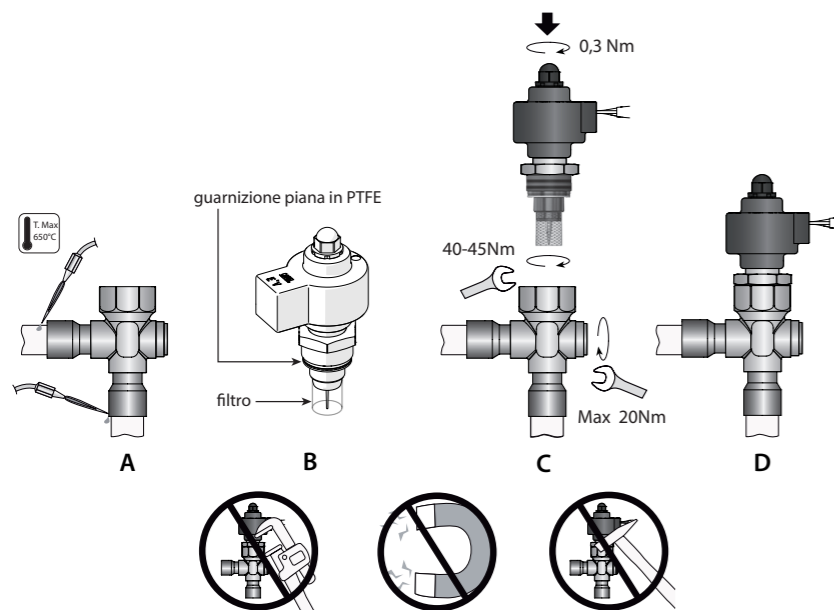

Fig.2
Le valvole E2V-S/-H Unipolar devono essere saldate al circuito mediante brasatura dei raccordi in rame ai tubi di uscita condensatore (IN) e di ingresso evaporatore (OUT). Seguire la successione indicata in Fig. 2 procedendo in questo modo:
2. Procedere alla saldatura orientando la fiamma verso l'estremità dei raccordi come da fig. 2 A (per una migliore brasatura senza alterare la tenuta della zona di saldatura tra corpo e raccordi utilizzare lega con temperatura di fusione inferiore a 650 °C o con tenore di argento superiore del 25 %).
5. Verificare che il filtro in rete metallica sia inserito sulla boccola di ottone (Fig.2-B). In caso contrario, posizionarlo come in figura e portarlo in battuta. **Attenzione!** Utilizzare il filtro solo in **mono-direzionale con ingresso del fluido dal raccordo laterale**. In caso di utilizzo della valvola in direzione contraria, prevedere apposito filtro nel circuito, togliendo quello fornito.
6. Avvitare nel corpo valvola la cartuccia in acciaio sull'apposito alloggiamento filettato con una chiave a forchetta da 24. Serrare la cartuccia portando la ghiera in battuta sul corpo valvola con una coppia di serraggio suggerita di 40-45 Nm (Fig. 2 C). Per favorire un più rapido assemblaggio della valvola, si consiglia di non smontare il motore dalla cartuccia. **Attenzione!** Nel caso in cui lo stelo filettato fuoriuscisse completamente dalla sede di lavoro della cartuccia procedere secondo la seguente operazione:
7. A valvola fredda, avvitare sul corpo valvola la spia di flusso all'interno dell'apposito alloggiamento filettato (in linea con il raccordo trasversale) con una chiave esagonale da 17 mm verificando la presenza dell'O-ring (OR - 114, diametro interno 11,1 - spessore 1,78 mm - materiale: Neoprene) che ne garantisce la tenuta ermetica. Serrare la spia fino al raggiungimento del fine corsa meccanico del filetto (Fig. 2 C), con una coppia di massimo 20 Nm. **Attenzione!** Per garantire una migliore tenuta dell'assieme è consigliato l'utilizzo di O-ring in Neoprene (materiali diversi possono compromettere il corretto utilizzo dell'assieme) lubrificati con uno strato sottile di olio compatibile.
The Unipolar E2V-S/-H valves must be joined to the circuit by braze welding the copper fittings to the condenser outlet (IN) and evaporator inlet (OUT) pipes. Proceed as indicated in Fig. 2:
2. Weld by aiming the flame at the ends of the fittings as shown in Fig. 2-A (for better braze welding without affecting the seal of the welded area between the body and the fittings, use alloys with a fusion temperature less than 650 °C or with a silver content above 25%);
4. Make sure that the PTFE flat gasket is present in its seat (Fig. 2-B).
5. Make sure that the metal mesh filter is inserted on the brass bushing (Fig.2-B). Otherwise, position it as shown in the figure and make sure it's properly in place. **Warning!** Only use the one-way filter with fluid inlet from the connection side. If using the valve in the opposite direction, install a special filter in the circuit, removing the one supplied.
6. Tighten the steel cartridge in its threaded socket on the valve body using a 24 mm spanner. Tighten the cartridge on the valve body to a recommended tightening torque of 40-45 Nm (Fig. 2-D). For faster valve assembly, do not remove the motor from the cartridge. **Warning! If the threaded rod comes completely out of the cartridge, proceed as follows:**
7. When the valve has cooled down, tighten the flow sight glass to the special threaded socket in the valve body (in line with the cross fit) using a 17 mm Allen key, making sure the O-ring is fitted (OR - 114 – inside diameter 11.1 mm – thickness 1.78 mm – material: Neoprene) to ensure hermetic tightness. Tighten the sight glass to the end of the thread (Fig. 2 C), with maximum 20 Nm torque. **Warning!** To ensure better tightness of the assembly, use the Neoprene O-ring (other materials may affect the correct operation of the assembly) lubricated with a thin layer of compatible oil.